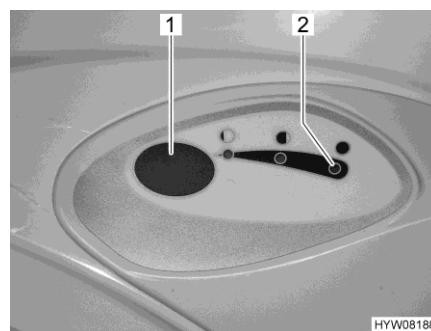

Fig. 286 Pulsante dello sciacquone/spia di controllo (toilette Thetford)
- Per sciacquare premere il pulsante blu (Fig. 286,1).
La spia di controllo (Fig. 286,2) si accende quando il serbatoio fecale deve essere svuotato.